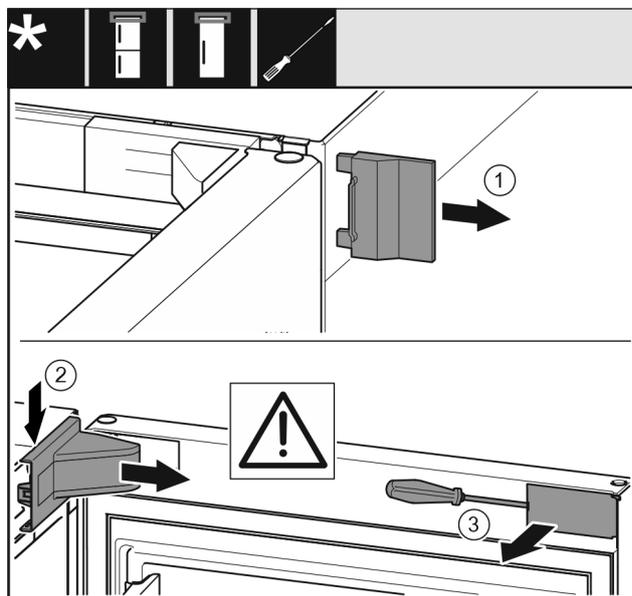

Fig. 7
- ▶ Retirer le cache extérieur Fig. 7 (1).
- ▶ Dégager et retirer le cache du support de palier Fig. 7 (2).
- ▶ Dégager le cache Fig. 7 (3) au moyen d'un tournevis plat et le faire pivoter sur le côté.